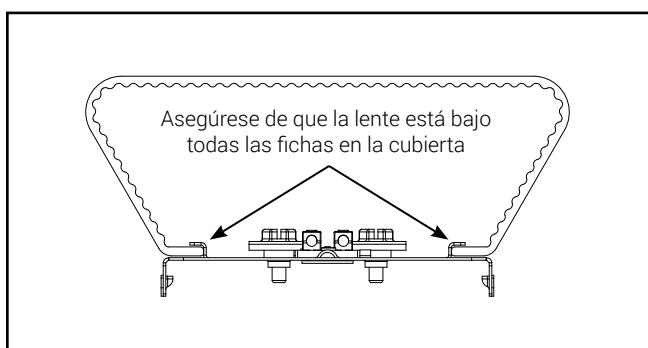

Figura 5.
7. Coloque la nueva lente deslizándola por debajo de todas las fichas de la cubierta para asegurarse de que la lente quede bien sujetada (Figura 5).